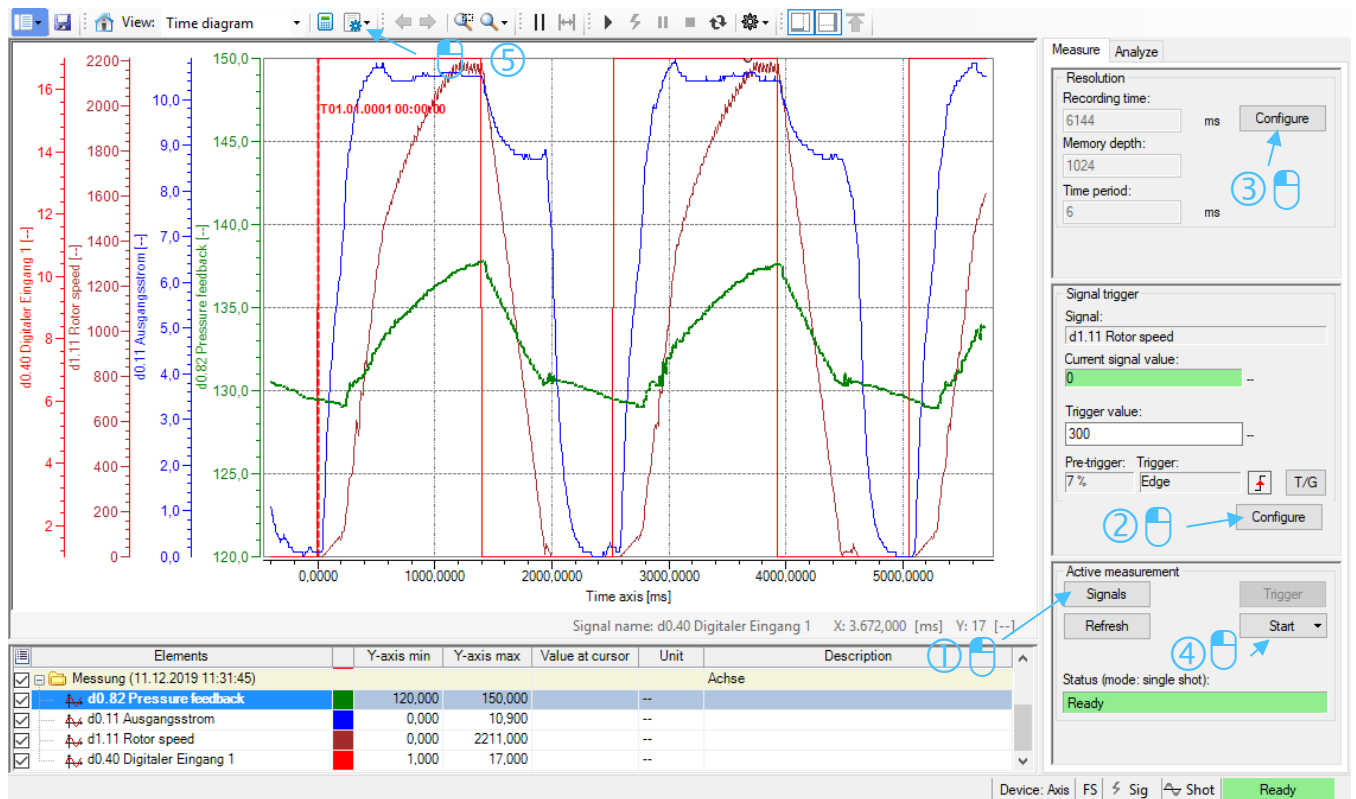

图 17: 示波器功能窗口
- 单击 "开始" 以开始测量④（请参见 图 17: 示波器功能窗口）。
- 单击 ⑤，可显示所有 Y 轴，或选择一个范围以在单独的表格中查看每条通道的最小值/最大值/平均值/RMS 值。